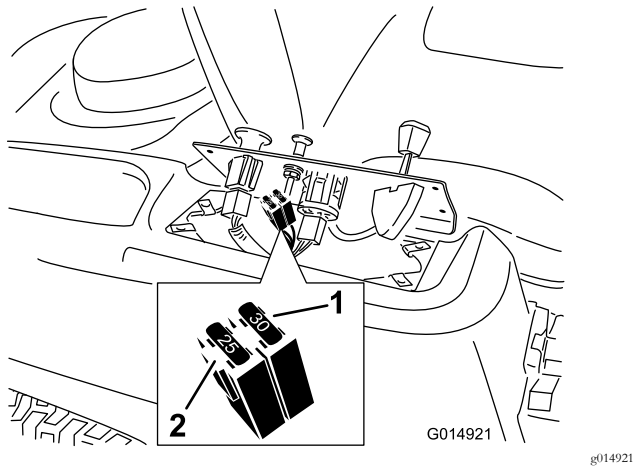

Figura 51
2. Eleve o painel de controlo para aceder à extensão principal e à caixa dos fusíveis (Figura 51).
3. Para substituir fusíveis, puxe o fusível para o retirar (Figura 51).